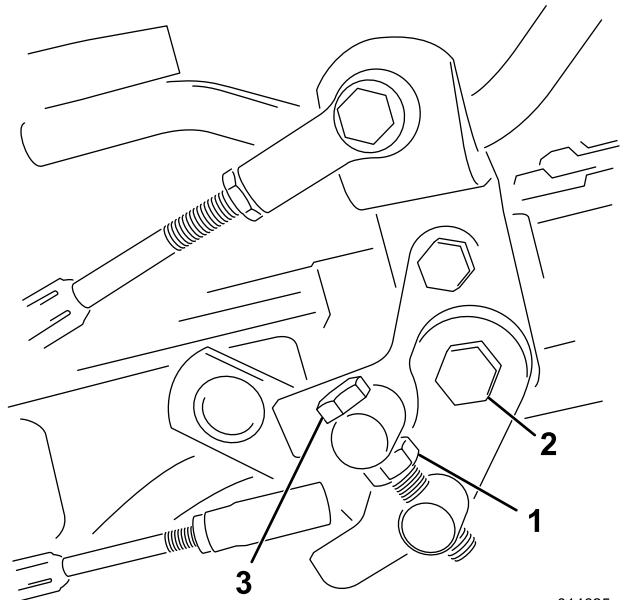

図 43
1. トランジオンボルトのジャムナットをゆるめる図 43。
4. トランジオンボルトのジャムナット、およびペダルピボットのナットを締め付けて調整を固定する図 43。調整を確認し、必要に応じて再調整する。